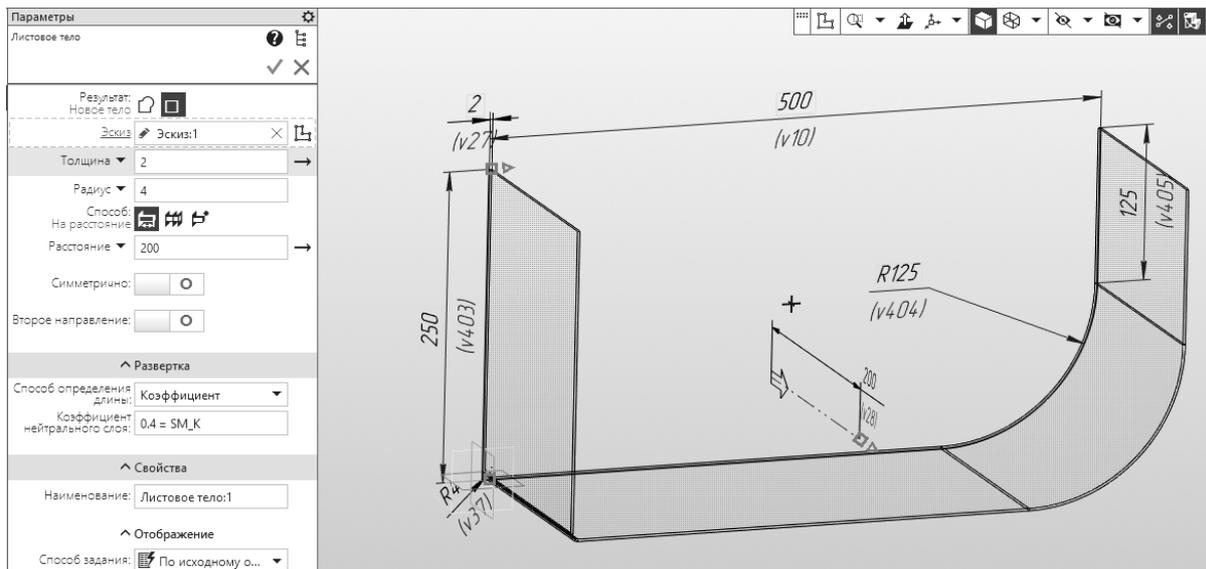

Рис. 9.3. Моделирование детали из листового сортамента
2. На панели **Элементы тела** выберите **Листовое тело**, на вкладке **Параметры** укажите: толщина – **2 мм**; радиус – **4 мм**; расстояние – **200 мм** (рис. 9.3). Нажмите кнопку **«Создать объект»** .